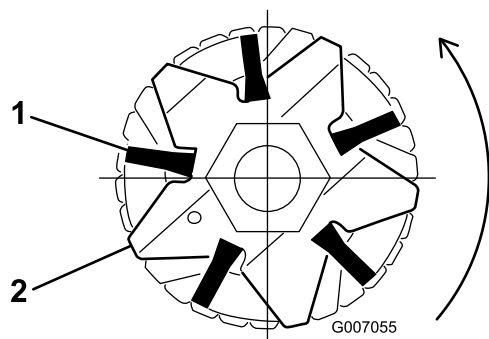

Figura 19
2. Verificate che le spazzole siano alloggiato nelle scanalature della lama grooming (Figura 19 e Figura 20).